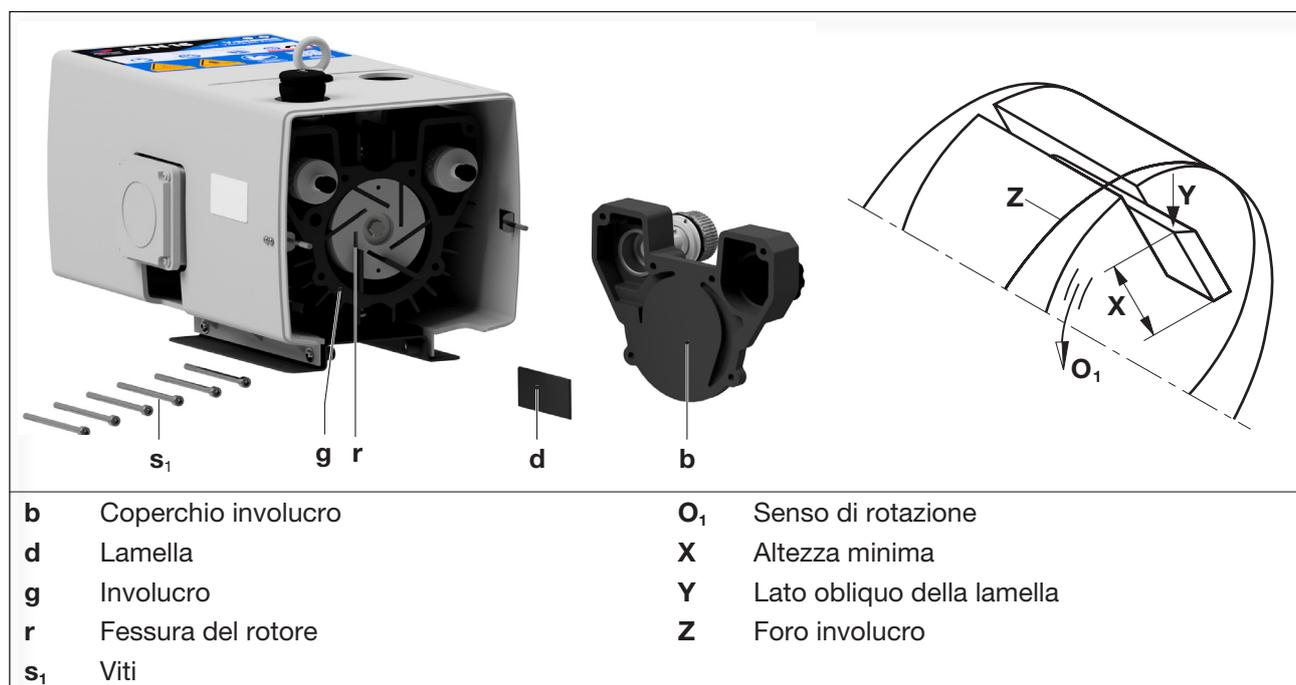

Fig. 5 Sostituzione lamelle
- Allentare le sei viti (Fig. 5/s1) del coperchio dell'involucro (Fig. 5/b) e rimuovere il coperchio.
- Rimuovere tutte le lamelle (Fig. 5/d) per l'ispezione.
- Controllare che le lamelle non siano usurate o danneggiate. Le lamelle devono avere la seguente altezza minima (Fig. 5/X):
- Soffiare l'involucro (Fig. 5/g) e le fessure del rotore (Fig. 5/r).
- h) Inserire tutte le lamelle (Fig. 5/d) nelle fessure del rotore (Fig. 5/r). Fare attenzione a inserire le lamelle con il lato obliquo (Fig. 5/Y) rivolto verso l'esterno e che nel senso di rotazione (Fig. 5/O1) corrispondano con il percorso del foro dell'involucro (Fig. 5/Z).
- i) Montare il coperchio dell'involucro (Fig. 5/b) con le sei viti (Fig. 5/s1).